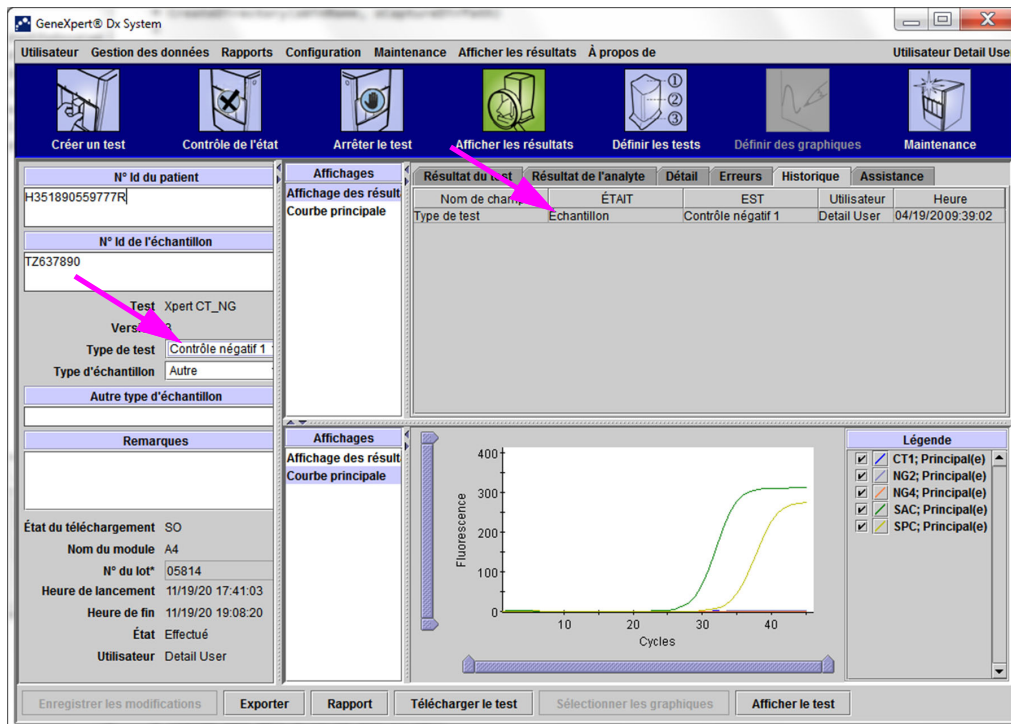

Figure 5-52. Onglet Historique indiquant la modification du type de test de Échantillon en Contrôle négatif
5. Cliquez sur **Oui** pour enregistrer les modifications et poursuivre. Le logiciel suit l'historique des changements (cf. Figure 5-52).